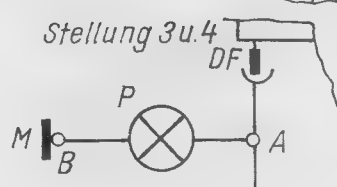

Bild 67
- Auf der Stromregelseite (Fahrtrichtung rechts) wird die Kontaktfahne abgehoben (siehe Bild 67, Stellung 4).